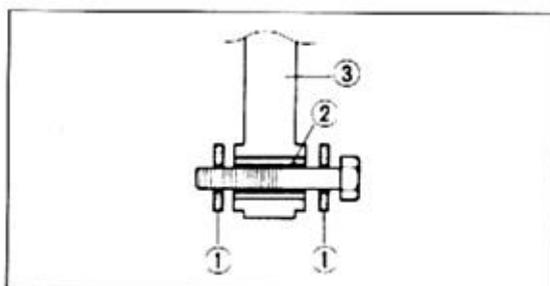

Bild 75
- Gegebenenfalls Steuerkette auffädeln und Spannerschiene anbringen (Bild 75; Befesti-